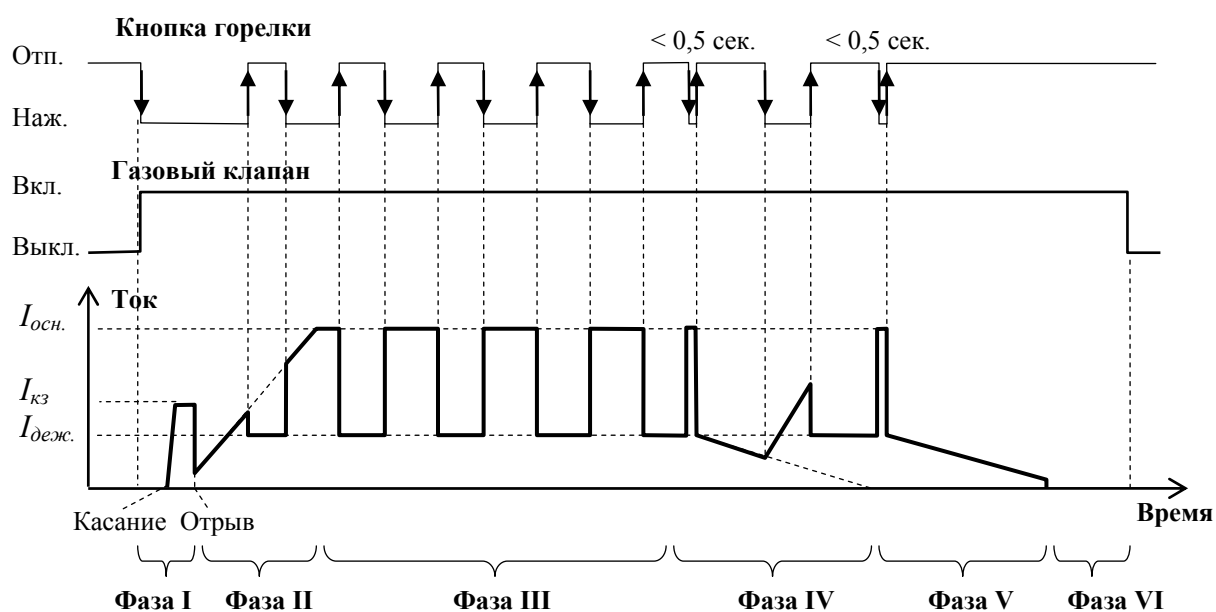

Рис. 16 Временная диаграмма сварочного процесса неплавящимся электродом.
3.5.10. Для зажигания дуги надежно замкните неплавящийся электрод с изделием, в том месте, где необходимо начать сварку. Затем, оторвите электрод на 2÷4 мм от изделия (см. Фазу I, Рис. 16). Если зажечь дугу не удалось или электрод прилипает к изделию, подстройте параметр «Г.С.» (п/п Рис. 16) и повторите процедуру поджига дуги.
3.5.11. После поджига, ток дуги начнет нарастать до установленного тока сварки, если нажата кнопка горелки (см. Фазу II, Рис. 16).
3.5.12. Нажатием/отпускаяем кнопки горелки переключайтесь с тока дежурной дуги на основной ток сварки и обратно (см. Фазу III, Рис. 16). Величину тока можно изменять в процессе сварки поворотом ручки на передней панели источника.
3.5.13. Для окончания сварки, произведите короткое нажатие кнопки горелки (кнопка должна находиться в нажатом состоянии не более 0,5 сек.) и оставьте кнопку отпущенной. Ток дуги начнет спадать с заданной скоростью до полного погасания дуги (см. Фазу V, Рис. 16).
3.5.14. Газовый клапан остается открытым после погасания дуги на время необходимое для продувки, которое задается дополнительным параметром № (п/п Рис. 16)
3.5.15. Нажатие кнопки горелки во время спада тока приведет к возобновлению процесса сварки с начальным нарастанием тока (см. Фазу IV, Рис. 16).